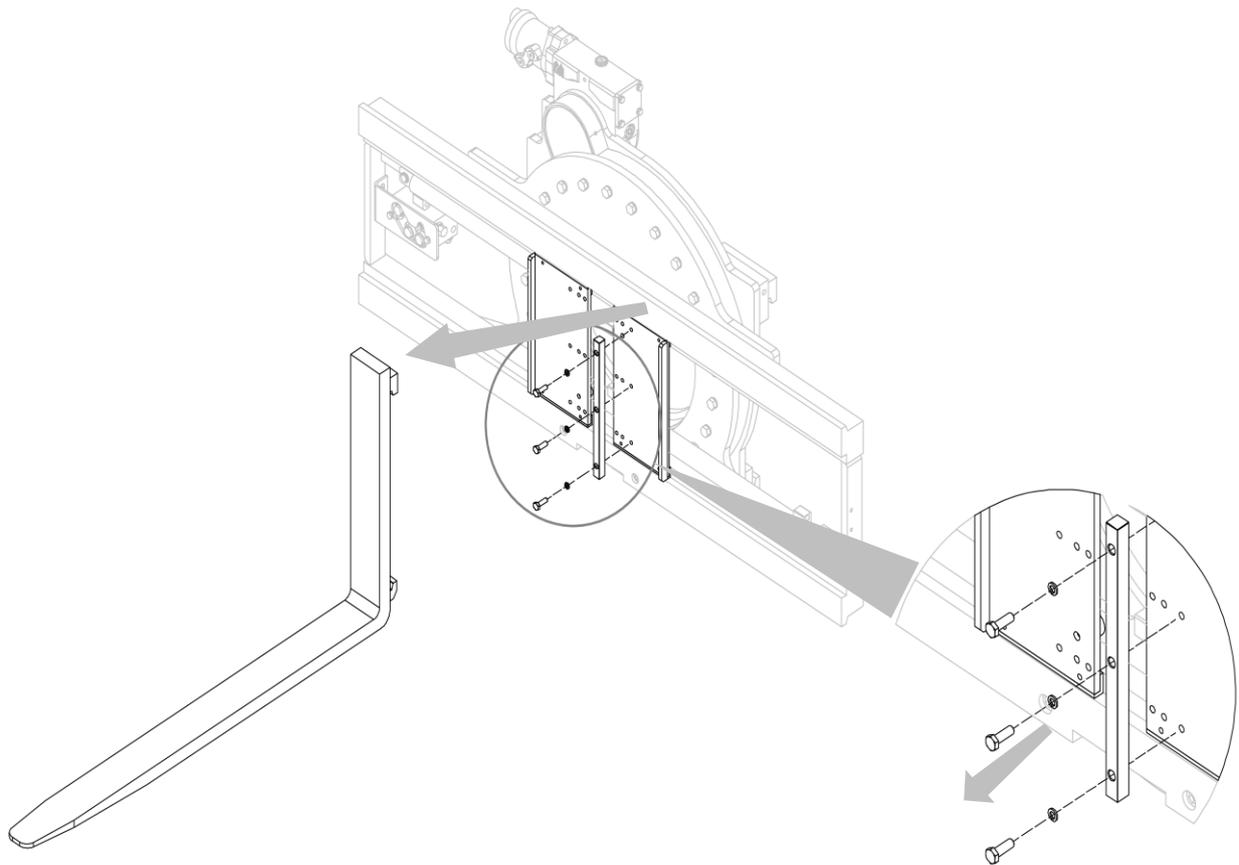

Figure 32
2. Remonter les fourches après avoir retiré les butées de fourche correspondantes (voir *Figure 32*).